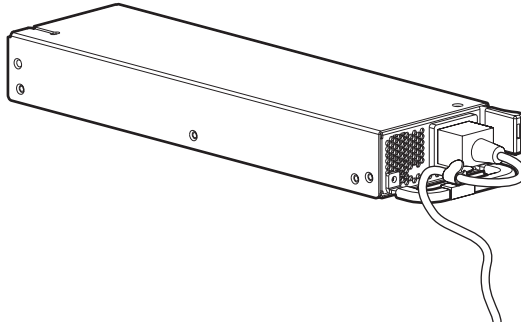

Figure 13 Fixation du cordon d'alimentation à l'aide du clip réducteur de tension
5. Utilisez le clip réducteur de tension inclus dans le kit matériel du nœud pour fixer le cordon d'alimentation (Figure 13).